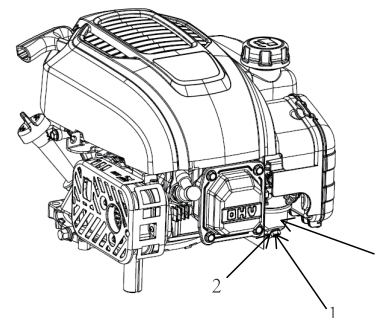

Figure. 11
3. Après que tout le carburant a égoutté dans le récipient; Réinstallez le boulon de vidange et la rondelle. Serrez fermement le bouchon de vidange. (Voir la figure 11)